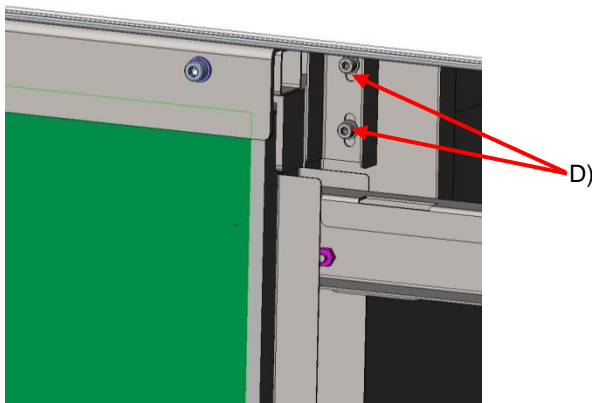

Abb. 17: Schrauben zur Justage der Höhenfixierung
- ◆ Stecken Sie auf die äußeren Bolzen jeweils eine Höhenfixierung und befestigen sie diese mit jeweils 1 Sechskant-Mutter DIN985, M6 A2 und Scheibe (B).
- ◆ Schlagen Sie das Verkleidungstuch über die Höhenfixierungen, so dass die Montageschienen mit den Magneten zur Decke zeigen (C).
- ♦ Schieben Sie die beiden Höhenfixierungen ganz nach oben und ziehen Sie jeweils 2 Schrauben (D, siehe auch Abb. 17:) an.